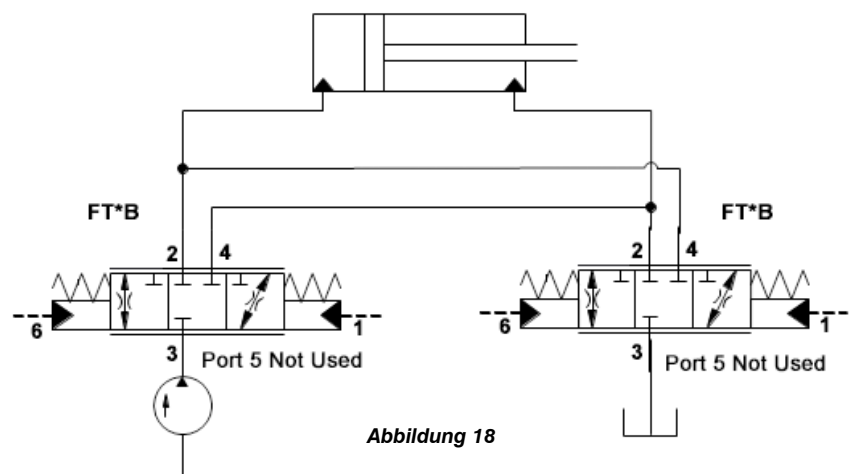

Abbildung 18
- Durch die Verschaltung von zwei FT*B-Ventilen kann ein 4/3-Wegeventil mit geschlossener Mittelstellung erzeugt werden (siehe **Abbildung 18**). Hinweis: Für die Schaltung wird ein geschlossener Regelkreis mit Überwachung der Stellgliedposition empfohlen.